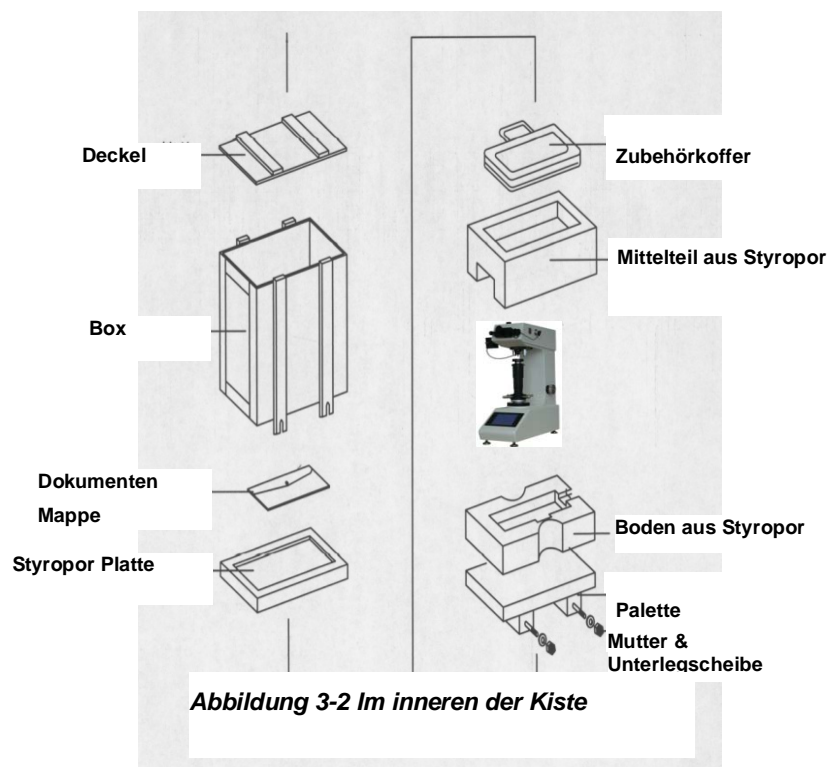

Abbildung 3-2 Im inneren der Kiste
3. Entnehmen Sie die Dokumententasche. Öffnen Sie diese und lesen die Bedienungsanleitung genau durch. Befolgen Sie die Anweisungen die in der Aufbauanleitung stehen und entpacken Sie die Maschine vorsichtig. Abbildung 3-2 zeigt das innere der Box.